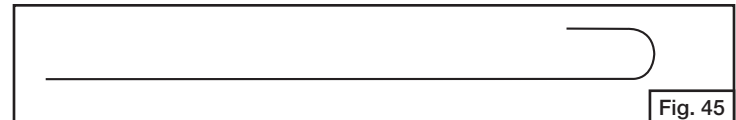

Fig. 45
1. Pour éliminer les obstructions citées ci-haut, servez-vous d'une brosse flexible à diffuseur ou bien faites un petit crochet à un bout d'un fil de fer flexible de 52 cm de long (voyez la fig. 45).
4. Regardez à l'intérieur de l'extrémité la plus basse du tube du diffuseur pour voir s'il y a des nids, des toiles d'araignée ou de la boue. Si vous en trouvez, nettoyez tel qu'expliqué à l'étape 1, Fig. 45.